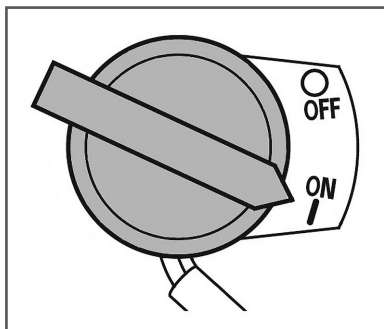

Рис. 18 Выключатель зажигания
- Выключатель зажигания переведите в положение «ON» (Включено) (Рис. 18).
При возникновении аварийной ситуации, для экстренной остановки двигателя виброплиты переведите выключатель зажигания двигателя в положение «OFF» (ВЫКЛЮЧЕНО) (Рис. 18).
4. Переведите выключатель зажигания в положение «OFF» (ВЫКЛЮЧЕНО) (Рис. 18).